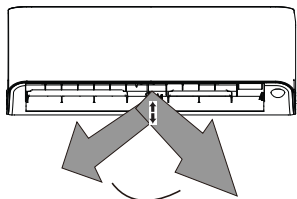

Fig. 15 – Position du volet à gauche ou à droite
1. Appuyez une fois sur **PIVOTEMENT** ↔ (débit d'air vers la gauche/vers la droite) sur la télécommande pour activer le volet. Chaque fois que vous appuyez sur **PIVOTEMENT** ↔ (débit d'air vers la gauche/vers la droite), le volet se déplace de 6°. Appuyez sur **PIVOTEMENT** ↔ jusqu'à ce que la direction souhaitée soit atteinte (voir la figure 15).